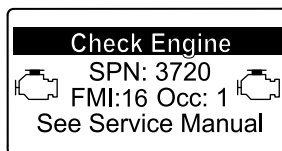

Figura 35
- Aviso do motor SPN 3720, FMI 16 (Figura 35)